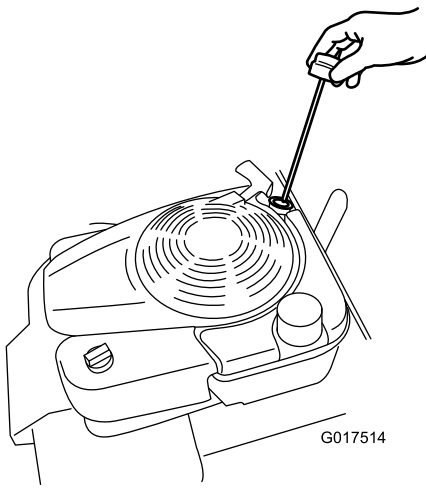

Figura 34
8. Retire la varilla (Figura 34) y vierta aproximadamente tres cuartas partes de la capacidad total del cárter por el tubo de llenado de aceite.